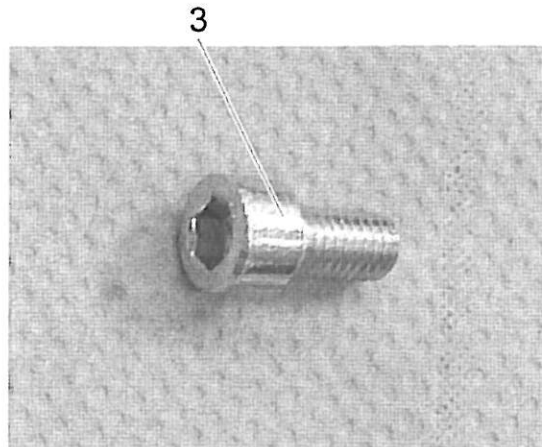
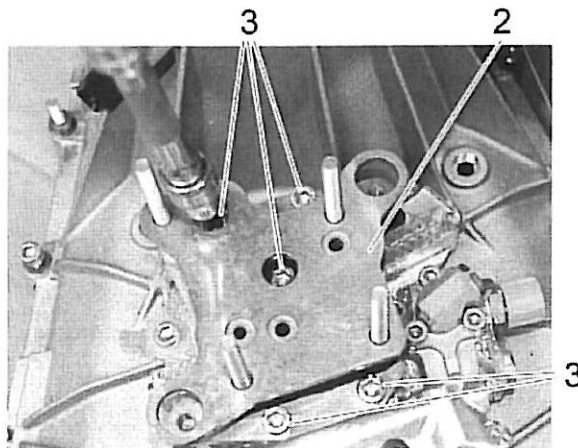

Bild 14
Bild 15
9. Den Vibration-Isolator (item 2) auf die Adapterplatte (item 1) platzieren, den Vibration-Isolator (item 2) mit einer Hand in dieser Position halten und die fünf Schrauben (item 3) montieren. Die fünf Schrauben (item 3), beginnend mit der Schraube in der Mitte und dann kreuzweise, mit dem vorgeschriebenen Anzugsmoment anziehen. Siehe Bild 14 und Bild 15.